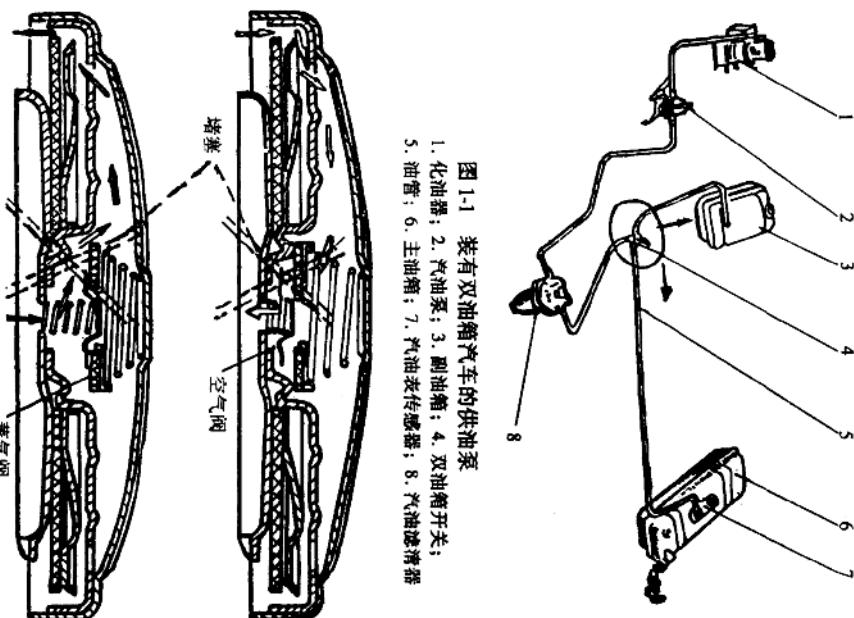

图1-1 装有双油箱汽车的供油泵
1. (图1-1) 油箱内无油，油箱开关没有打开，配有双油箱的汽车开关4方向搞错。油箱盖空气阀、蒸气阀堵塞，大气空气不能进入、汽油蒸气泄不出去，从而影响供油或中断供油(图1-2)。